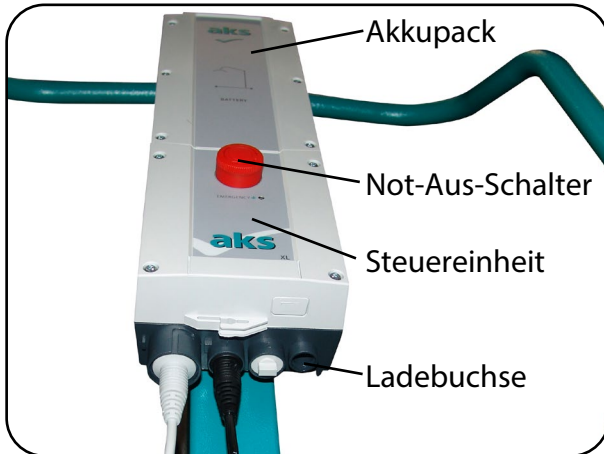
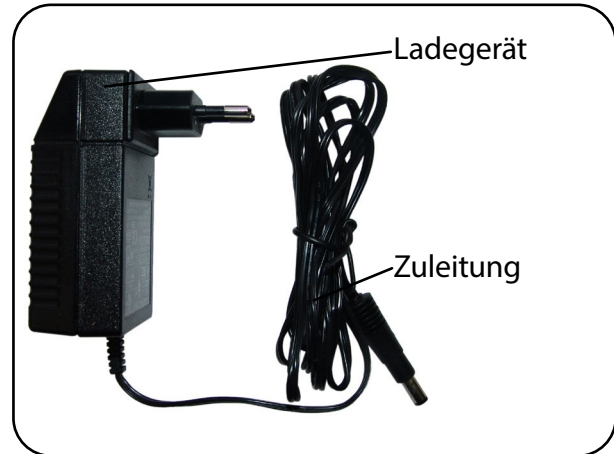

Abb. 8.7.04 - Steuereinheit mit Ladebuchse
Abb. 8.7.05 - Ladegerät mit Zuleitung
Das Akkupack kann ausschließlich mit dem mitgelieferten Ladegerät (Abb. 8.7.05) entweder direkt auf der Steuereinheit oder mit der als Zubehör lieferbaren Wandladestation (siehe Kapitel **Zubehör/Kombination**) geladen werden. Die Ladebuchse befindet sich an der Unterseite der Steuereinheit (Abb. 8.7.044).
2. Stecken Sie die Zuleitung (Abb. 8.7.05) in die Ladebuchse der Steuereinheit (Abb. 8.7.04).
3. Stecken Sie das Ladegerät (Abb. 8.7.05) in eine Netzsteckdose; Anschlusswert: siehe Kapitel Technische Daten Abschnitt **Elektrische Daten**.